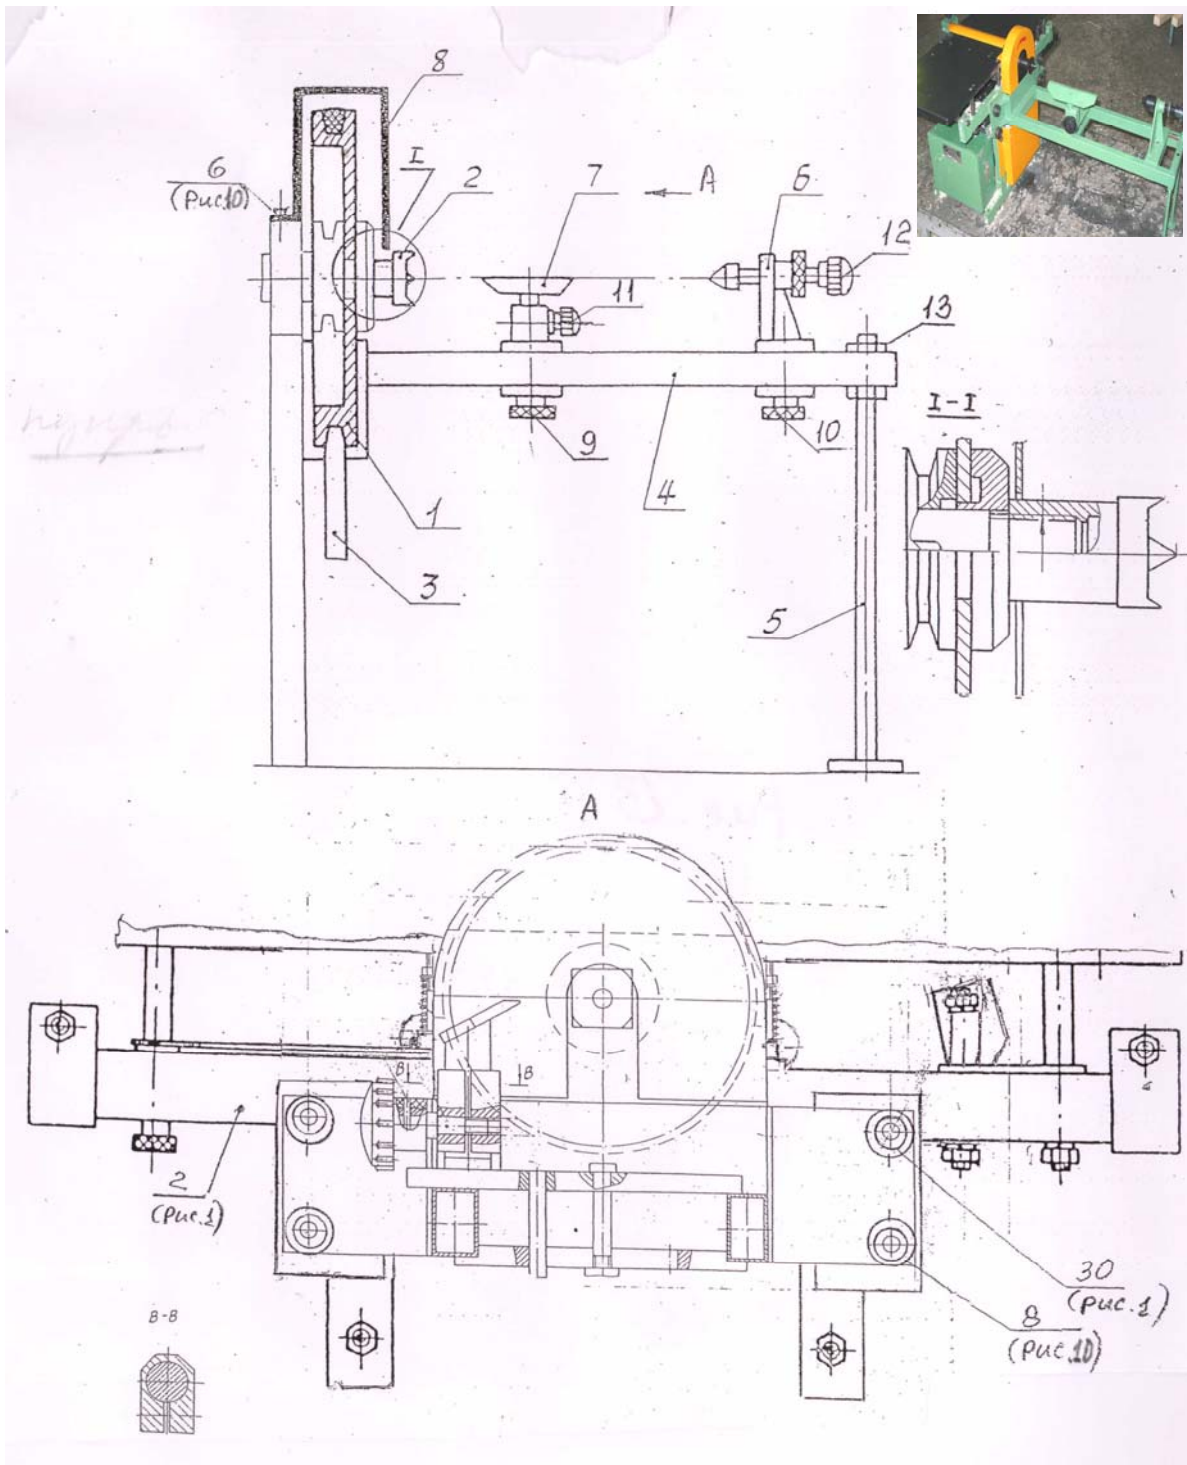

Рис. 13
Порядок установки приспособления для токарной обработки рис.13:
- установить шкив 1рис11, закрепив его центром 2 рис.13 на шпиндель вала 4 рис.1;
- установить и натянуть ремень 3 рис.13 длиной 1000мм после чего затянуть болты с гайками 40 рис.1 крепления плиты 10 (с двигателем 9) рис. 1 к боковинам рамы станка 1 и 2 рис.1 ;
- установить раму 4 рис.13 токарной приставки прикрепив ее двумя гайками с рифлеными головками 30 рис.1 к двум шпилькам боковины рамы станка 2 рис.1 , и двумя винтами с рифлеными головками 8 рис. 10 к боковине 2 рис. 1 рамы станка ;
- раму 4 рис. 13 выставить горизонтально с помощью двух стоек 5 рис.13.
Заготовка зажимается между центром 2 и задней бабкой 6 рис 13, которая устанавливается в размер заготовки по длине (при ослаблении двух гаек с рифлеными головками 10 рис 13 и регулировке винта с рифленой головкой 12 рис 13). Подлокотник 7 рис.13 устанавливается по